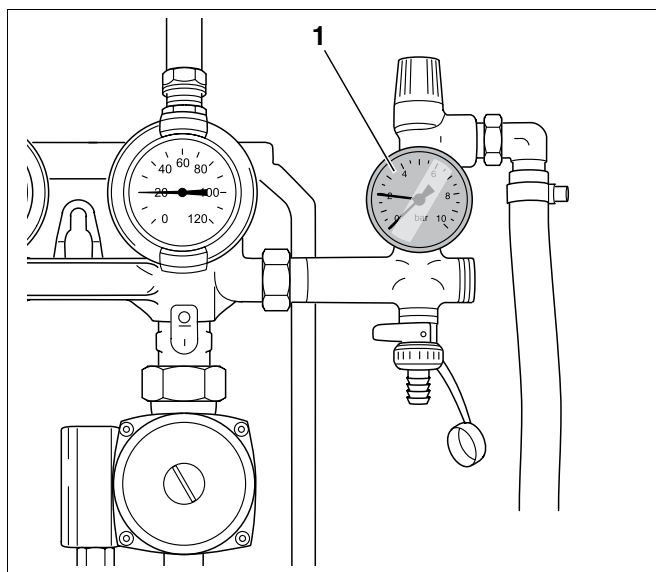

Fig. 27 Grupo de segurança com manómetro
- Controle a indicação do manómetro no grupo de segurança durante as comutações (ponteiro preto, Fig. 27, **item 1**).
Se o ponteiro preto do manómetro (Fig. 27, **Item 1**) indicar oscilações de pressão ao ligar e desligar a bomba de circulação, nesse caso o sistema não está isento de ar e deve ser novamente purgado.